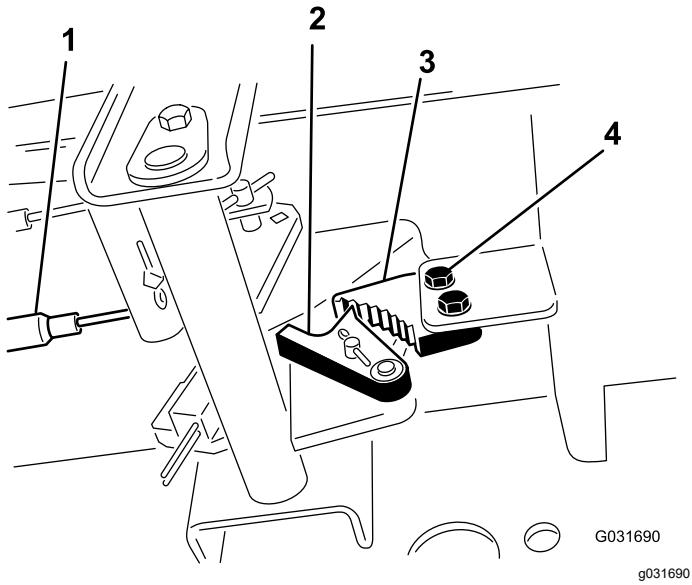

Рисунок 57
- Ослабьте два винта крепления защелки стояночного тормоза к раме (Рисунок 57).
- Нажмайте педаль тормоза вперед, пока углубление тормоза не войдет полностью в зацепление с защелкой тормоза (Рисунок 57).